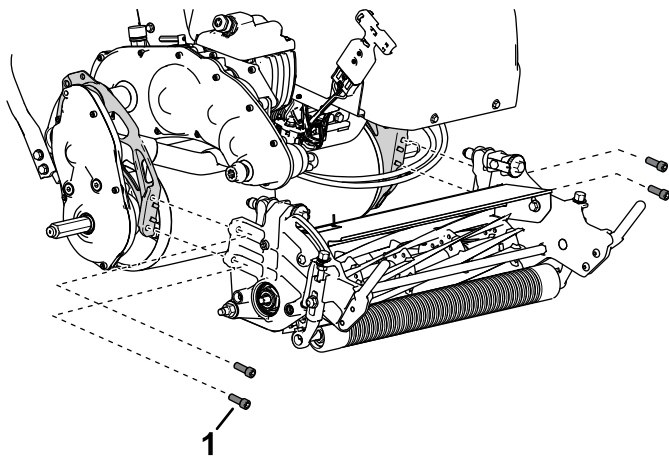

Figure 41
- Retirez les vis à tête creuse qui fixent l'unité de coupe au cadre (Figure 41).